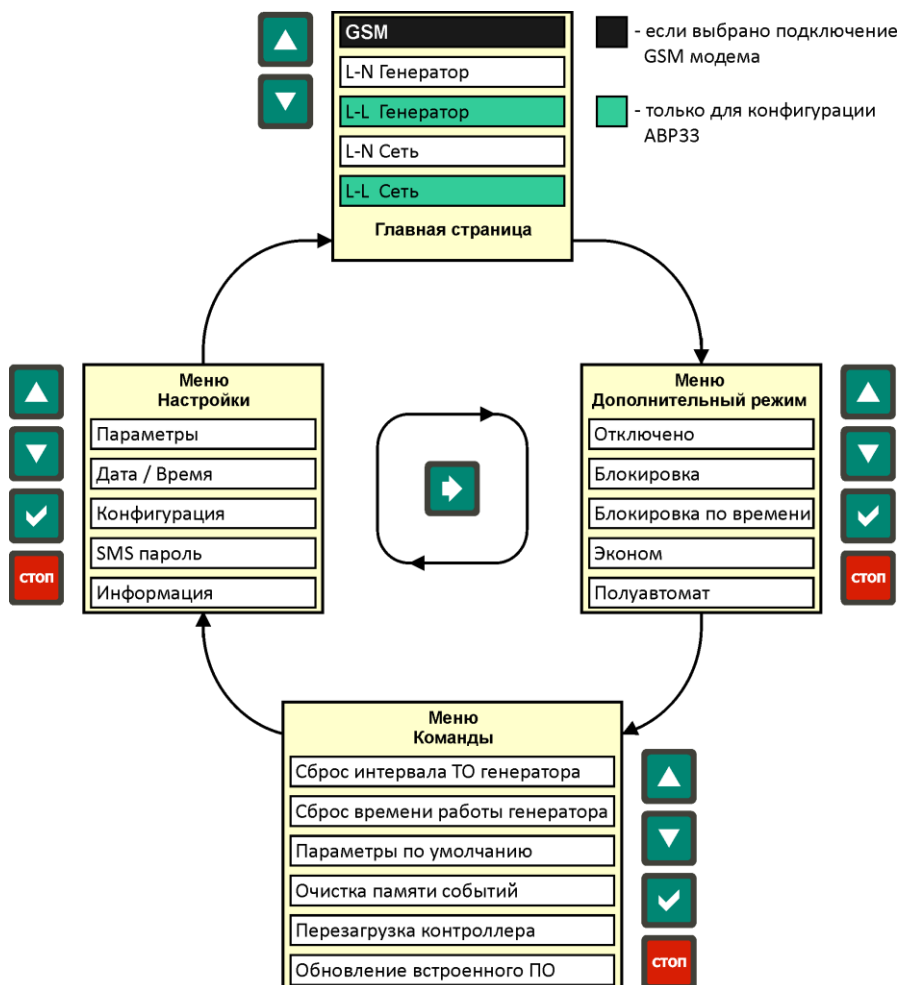

Рис. 5.3. Структура индикации на дисплее
5.4.6 Структура индикации на дисплее определяется четырьмя основными страницами (рис. 5.3):